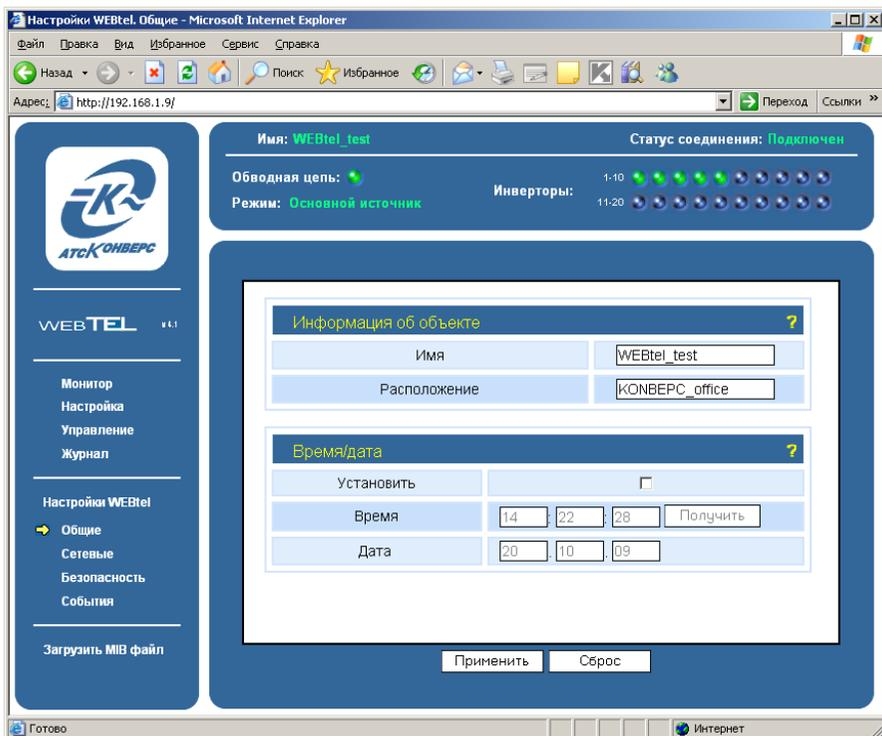

Рисунок 16 – Страница настройки общих параметров адаптера
7.9.2 Страница настройки общих параметров адаптера отображается в правой части окна web-браузера (рисунок 16).